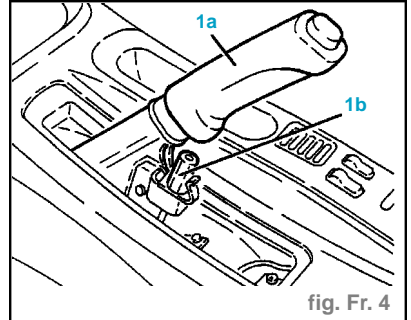

fig. Fr. 4
- Soulever le levier du frein à main (1a) et relâcher l'écrou (1b) de tensionnement câbles frein à main (fig. Fr. 4).
- Soulever le levier du frein à main (1a) et relâcher l'écrou (1b) de mise sous tension des câbles du frein à main (fig. Fr. 4).